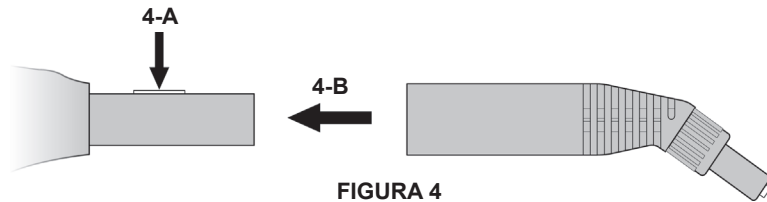

FIGURA 4
2. Presione el botón azul de bloqueo/apertura (FIGURA 4-A). Mientras mantiene presionado el botón, deslice el accesorio a la Boquilla de Vapor (FIGURA 4-B). Empuje el accesorio por encima del botón y continúe empujándolo hasta que el botón encaje en el orificio rectangular.